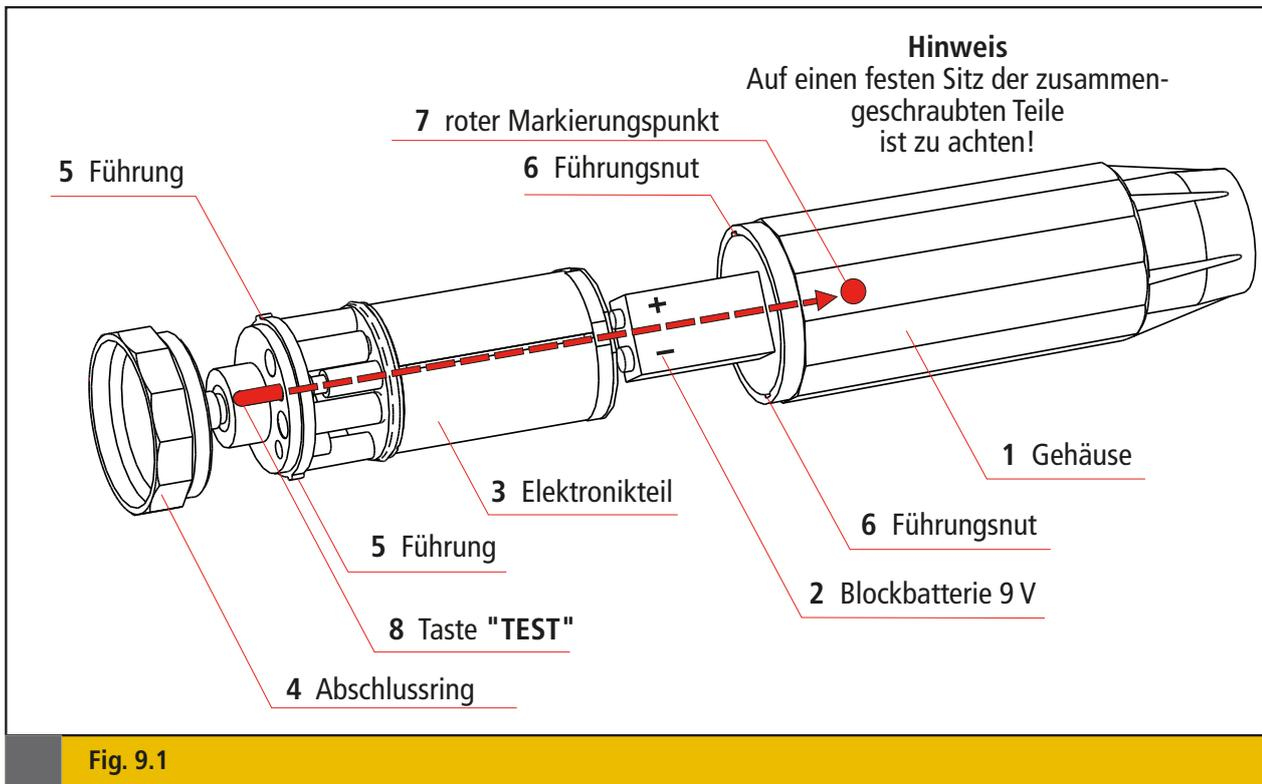

Fig. 9.1
9.1 Batteriewechsel (siehe Fig. 9.1)
9.2 Durch Linksdrehung des Abschlussrings (4) am unteren Ende des Anzeigergerätes ist das Gehäuse (1) zu öffnen (die Isolierstange muss dazu nicht abgeschraubt werden) (siehe Fig. 9.1).
9.3 Danach kann der Elektronikteil (3) aus dem Gehäuse gezogen werden (siehe Fig. 9.1).
- 9.6 Der Zusammenbau erfolgt in umgekehrter Reihenfolge. Beim Einschieben des Elektronikteils (3) ist darauf zu achten, dass die rote Taste "TEST" (8) und der rote Markierungspunkt (7) übereinstimmen (siehe Pfeil in Bild 9.1). Die beiden Führungen (5) müssen in die Führungsnuten (6) eingreifen. Nach dem Einschieben des Elektronikteils (3) ist der Abschlussring (4) vollständig mit dem Gehäuse (1) zu verschrauben (siehe Fig. 9.1, Seite 12).
Durch den Zusammenbau von Elektronikteil und Gehäuse wird die elektrische Verbindung zwischen Elektronik und Prüfspitze wieder hergestellt (siehe Fig. 9.1, Seite 12). Anschlussbuchse oben im Elektronikteil und Kontaktstift am Gehäuseboden). Der Zusammenbau muss deshalb mit entsprechender Sorgfalt und ohne Gewaltanwendung erfolgen.